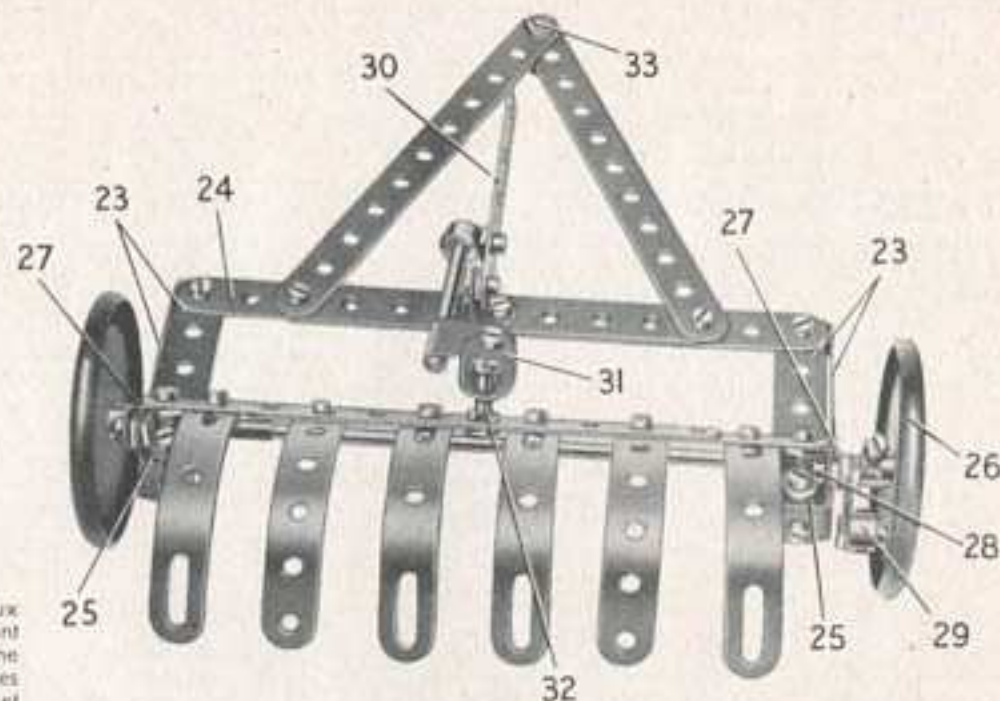

Fig. 6.23b
Le cadre est constitué de chaque côté par deux bandes coudées de 60x12 mm. (23) (Fig. 6.23b). Celles-ci sont réunies par deux bandes composées chacune de deux bandes de 11 trous se recouvrant sur 9 trous. L'une de ces bandes apparaît en (24); l'autre est fixée aux rebords des bandes coudées (23). Une équerre (25) est fixée de chaque côté du cadre. L'essieu est une tringle de 16,5 cm. et une de 4 cm. réunies par un raccord de tringles. La roue (26) est écartée du châssis par un ressort d'attache. Les dents du rateau sont boulonnées sur deux bandes de 11 trous qui se recouvrent sur 9 trous. Une équerre (27) est fixée à l'extrémité de chaque bande de 11 trous, et l'une d'elles est articulée sur l'une des équerres (25) à l'aide de contre-écrou. Un boulon de 12 mm. (28) est fixé par un écrou dans la seconde équerre (27) et il passe dans l'équerre (25) correspondante. Un support plat portant une bague d'arrêt (29) est bloqué sur le boulon (28) entre deux écrous. La vis d'arrêt de la roue (26) appuie sur la bague d'arrêt quand la roue tourne.